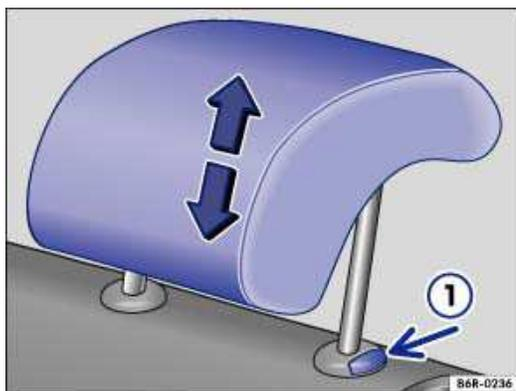

Abb. 43 Kopfstütze hinten ausbauen.
- Kopfstütze bei gedrückter Taste → Abb. 43 ^① ganz herausziehen.
- Kopfstütze bei gedrückter Taste → Abb. 43 ① nach unten schieben.